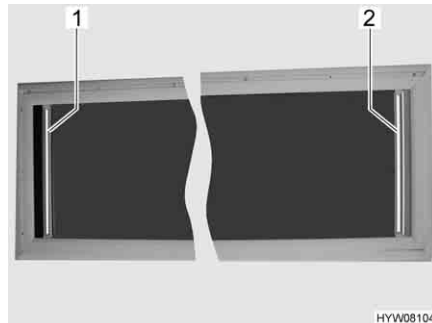

Fig. 102 Fenêtre projetante dans le toit
- Saisir le dispositif occultant plissé (Fig. 102,2) par le centre de la barre-poignée, tirer vers l'extérieur, et lâcher à la position désirée. Le dispositif occultant plissé reste alors à cette position.
- Saisir le dispositif occultant plissé (Fig. 102,2) par le centre de la barre-poignée et pousser lentement jusqu'en position initiale.
- Saisir la moustiquaire par le centre de la barre-poignée (Fig. 102,1), tirer vers l'extérieur, et lâcher à la position désirée. La moustiquaire reste alors à cette position.